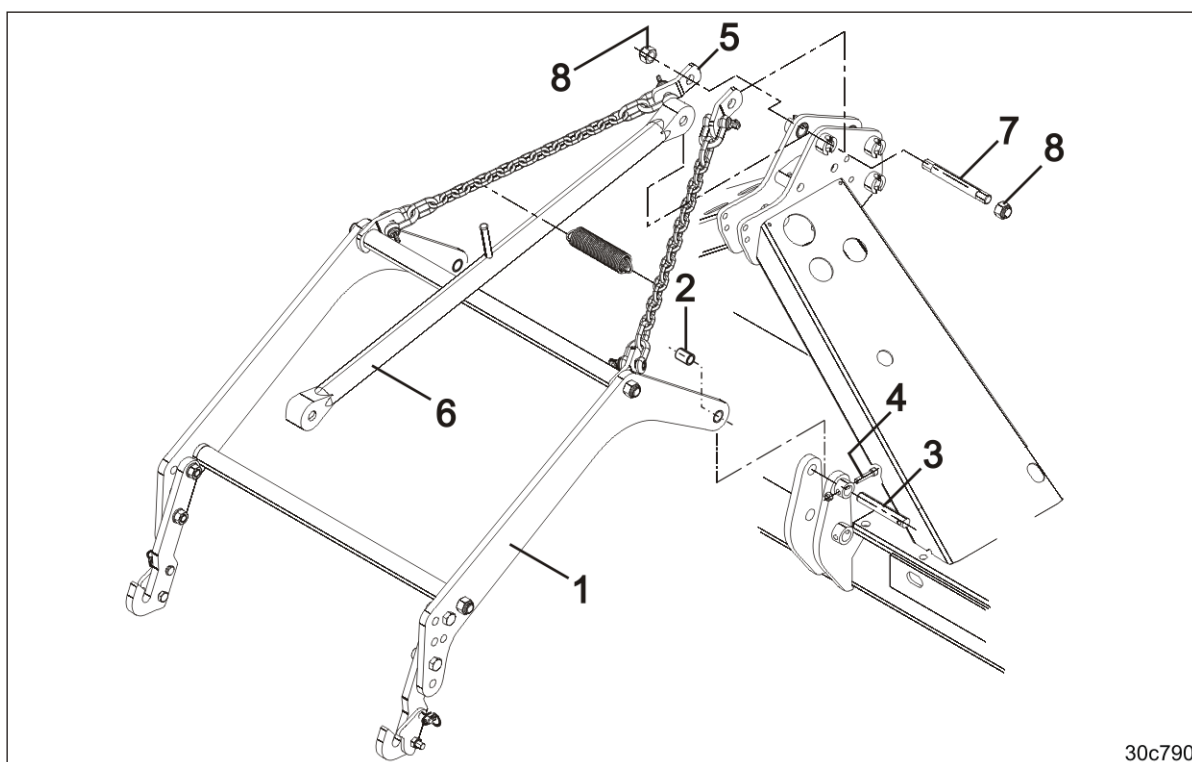

Fig. 79
1. Sæt koblingsbærearmerne (Fig. 79/1) ind i en kran.
2. Forbind koblingsbærearmerne sammen med to afstandsbojsninger (Fig. 79/2) på jordbearbejdningmaskinen med to bolte (Fig. 79/3).
3. Lås boltene med skruer (Fig. 79/4) og møtrikker.
4. Lås kæderne (Fig. 79/5) sammen med topstangen (Fig. 79/6) på jordbearbejdningmaskinen med en bolt (Fig. 79/7).
5. Fastgør boltene med to låsemøtrikker (Fig. 79/8).